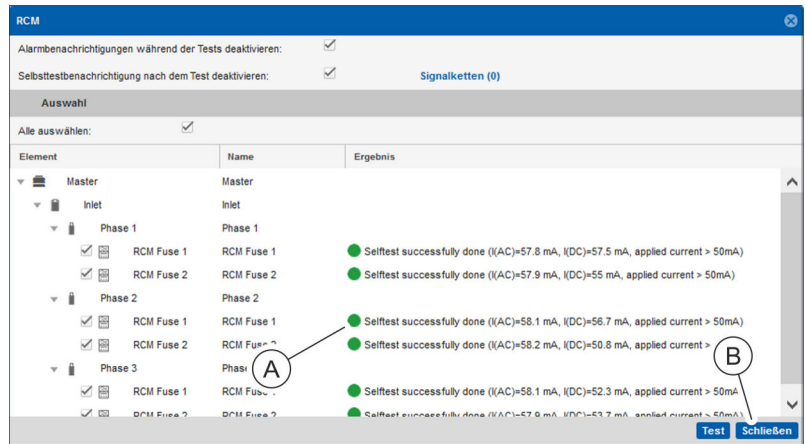

Abb. 109: Fenster "RCM"
- Ergebnis des RCM Selbsttests überprüfen (Abb. 109/Ⓐ).
8. ➤ Fenster "RCM" über die Schaltfläche „Schließen“ (Abb. 109/Ⓞ) verlassen.